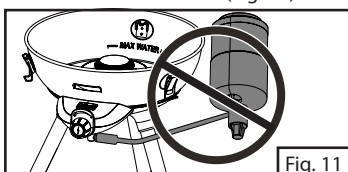

Fig. 11
6. Ne faites jamais fonctionner le réchaud avec la bouteille de gaz sens dessus dessous. (Fig. 11)